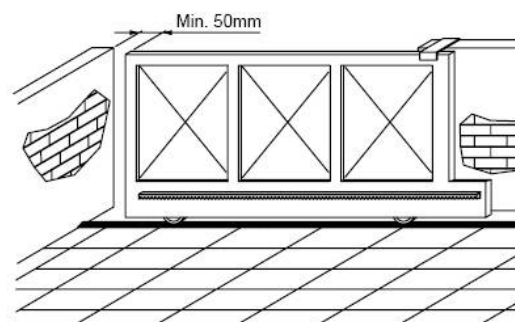

рис. 12
- Лапки должны останавливать створку до того, как последняя достигнет механического упора (ловушки). В целях безопасности оставьте расстояние около 50 мм между створкой и стопором (ловушкой), в соответствии с существующими нормами, или используйте пневмопрофиль мин 50 мм толщины (рис.12).